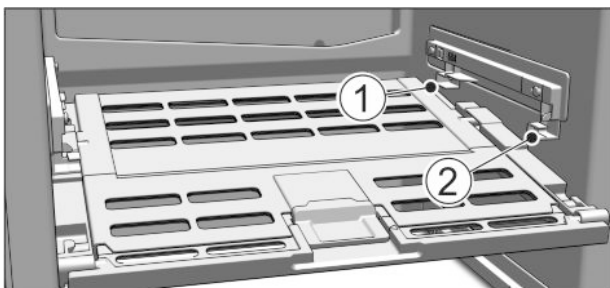

Fig. 10
- ▶ Deckel Fruit & Vegetable-Safe einsetzen: Deckelstege von unten in die hintere Halterung Fig. 10 (1) einführen und vorne in die Halterung Fig. 10 (2) einrasten.